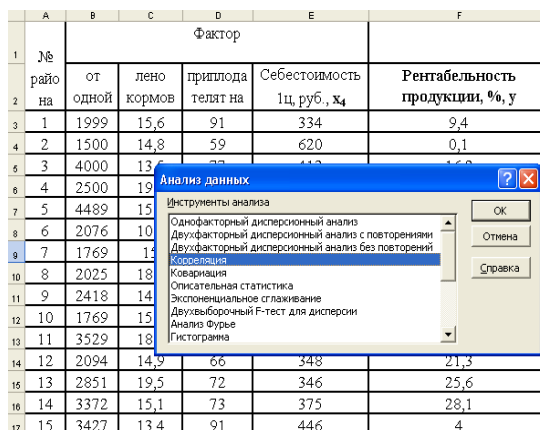

Рис.2. Выбор инструмента Корреляция.
3. в диалоговом окне Анализ данных выберите инструмент Корреляция (рис. 2.), а затем щелкните на кнопке ОК;